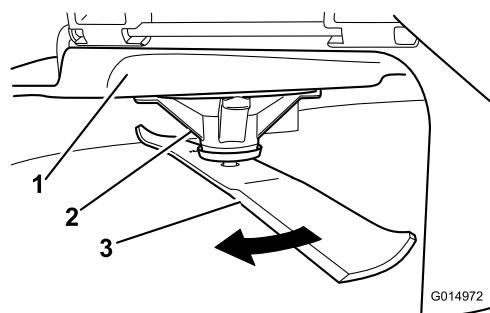

Figura 87
2. Llevando guantes fuertemente acolchados u otro tipo de protección apropiada para las manos, gire la cuchilla lentamente hasta una posición que permita medir la distancia entre el filo de corte y la superficie nivelada en la que descansa la máquina (**Figura 87**).